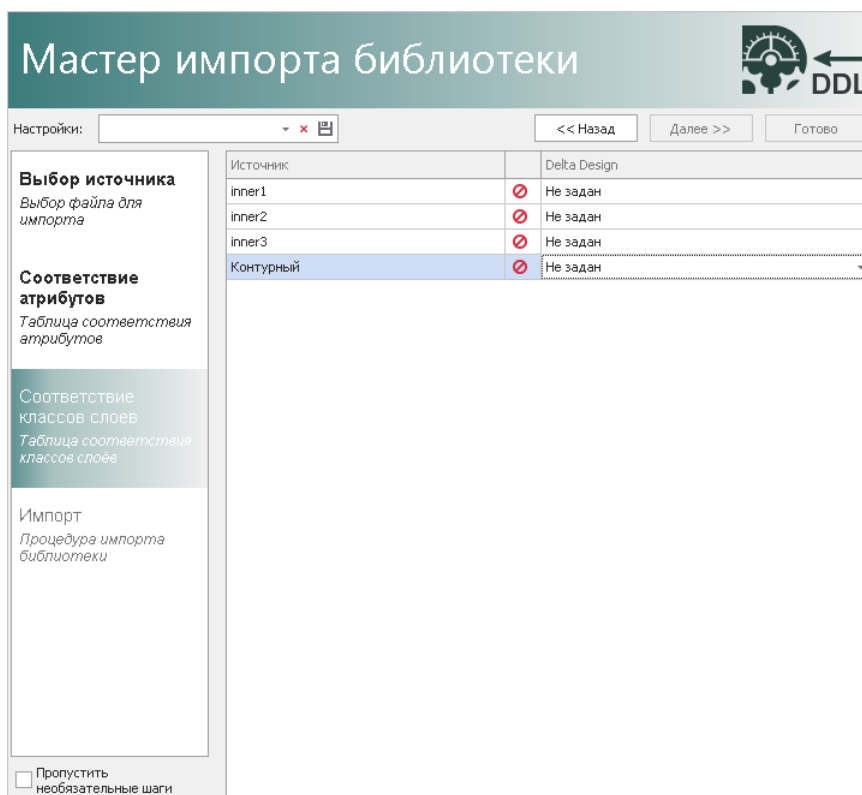

Рис. 25 Таблица соответствия классов слоев при импорте
7. Указать при необходимости соответствие классов слоев, которые использованы в импортируемой библиотеке, см. Рис. 25.